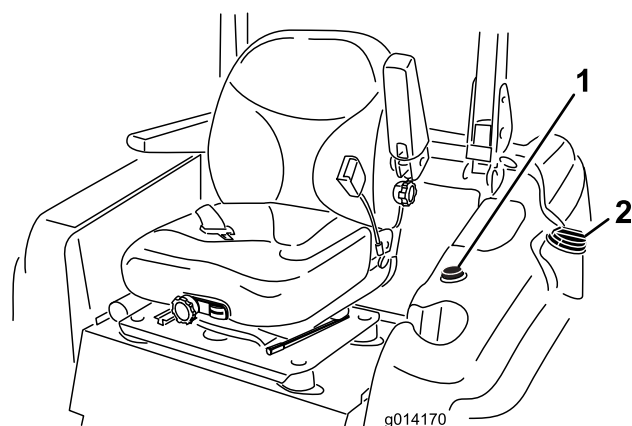

Figura 12
2. Pulite intorno al tappo del serbatoio carburante e togliete il tappo (Figura 12).